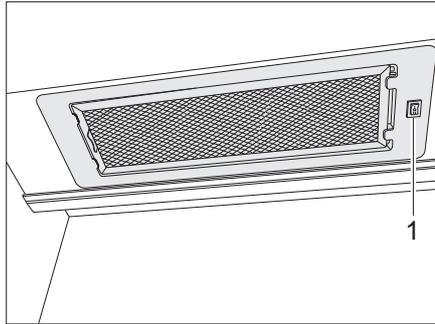

Bild 142 Dunstabzug
- Den Dunstabzug mit dem Schalter (Bild 142,1) ein- und ausschalten.